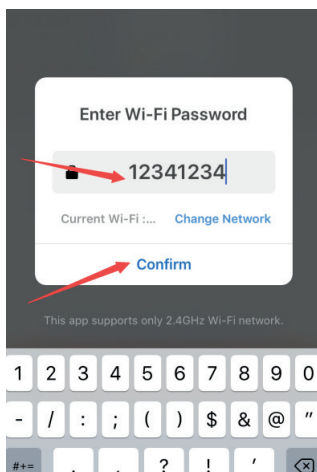

imagen 4
- C. Introduzca la contraseña de WIFI y confirme, como se muestra en la imagen 4.